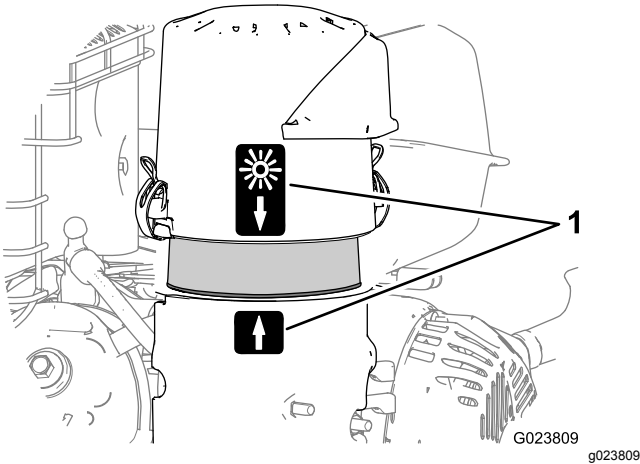

Figura 33
- Alinee la pegatina de la flecha de la tapa del limpiador de aire con la pegatina de la flecha de la base (Figura 33).